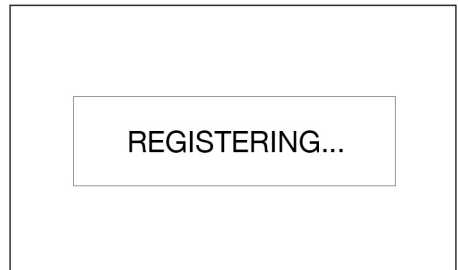

FIG. 13
5. ENREGISTRER s'affiche au milieu de l'écran pendant l'enregistrement (FIG. 13).